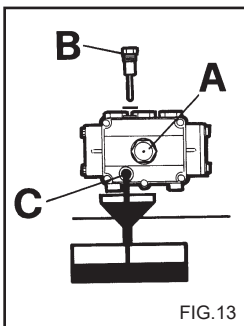

FIG.13
- 2) De tap met de oliepeilstaaf losschroeven (Fig. 13).